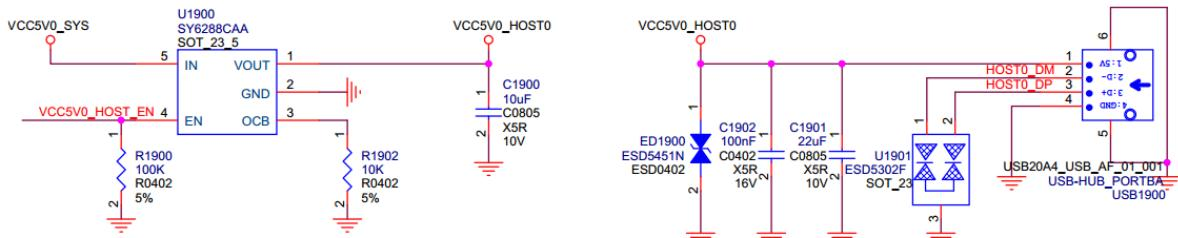
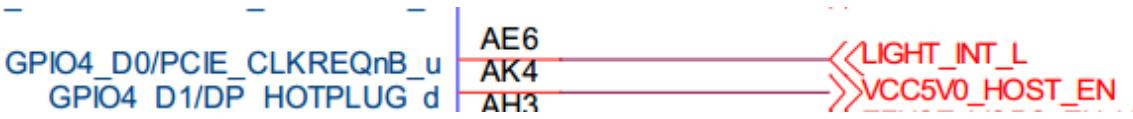

图 2-2 USB 2.0 Host VBUS 控制电路和接口电路
图 2-3 USB 2.0 Host VBUS GPIO 控制脚
2. USB 2.0 Host VBUS 的控制电路和接口电路如图 2-2 和图 2-3 所示